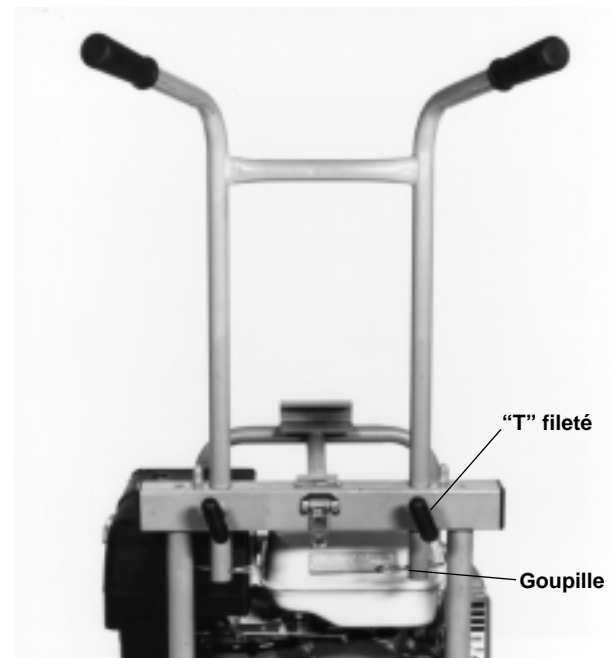

Figure 1 – Montage de la poignée
1. Introduisez la poignée dans les deux orifices de la traverse arrière de l'appareil (*Figure 1*).